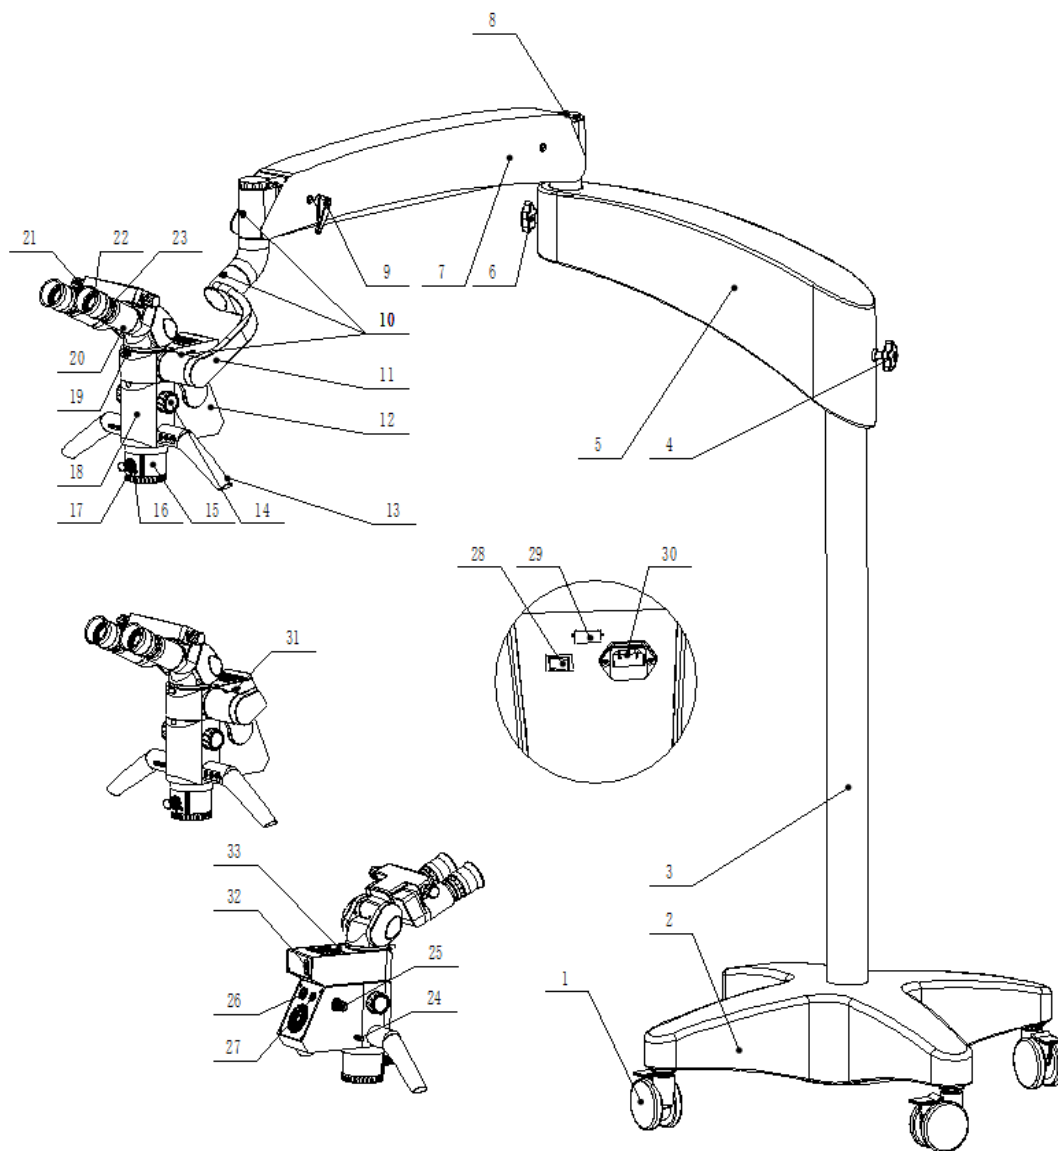

Fig.1 Schéma de la structure du microscope
- Le détail des pièces du microscope chirurgical est présenté dans la figure 1